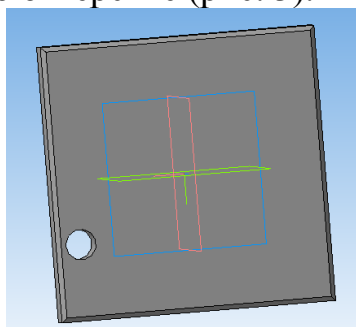

Рис. 3.
1. Используя команды трехмерного моделирования, в соответствии с исходными данными (рис. 2) создайте модель основания, а затем выполните в нем одно отверстие (рис. 3).